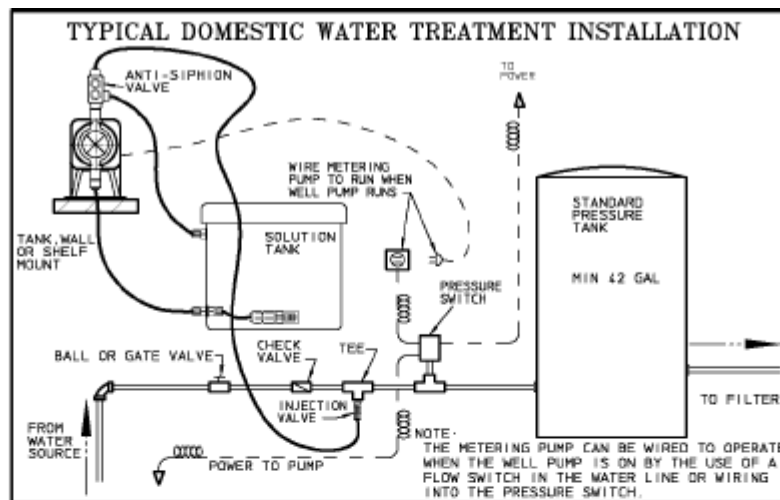

FIGURE G1
19. La bomba está diseñada para operar utilizando una válvula de inyección / resistencia. Si el punto de descarga está por debajo del nivel del líquido de la fuente o si la presión de la descarga es menor a la presión de succión, puede ocurrir un retorno. Para corregir esta condición, instale una válvula anti-sifón y otro dispositivo anti-sifón. Revise las regulaciones locales que podrían aplicar. (Consulte la Figura G1).
6. UTILICE UNA VÁLVULA ANTI-SIFÓN EN LA LÍNEA DE DESCARGA siempre que la presión del fluido de la línea de descarga esté por debajo de la presión atmosférica. Esto puede ocurrir si el punto de inyección está del lado de succión de una bomba de agua o en contra de un cabezal “negativo” como se hace cuando se alimenta desde un pozo, VÉASE LA FIGURA G1.